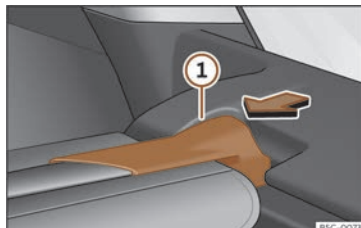

Fig. 120 No maleteiro: desmontar a bandexa.
- Prema o soporte da bandexa >>> **fig. 120** ① no sentido da frecha.
- Encaixe o soporte da bandexa >>> **fig. 120** ① na carcasa do outro lado.